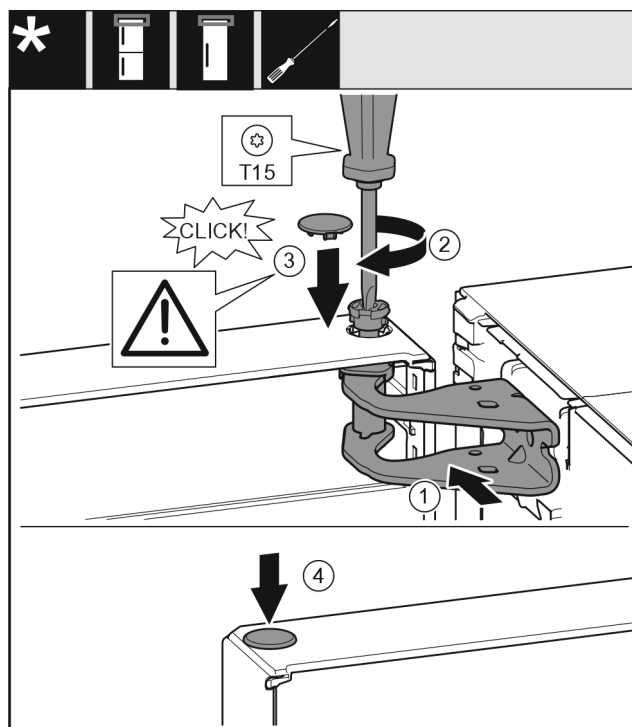

Fig. 19
- Dveře nahoře vyrovnejte s otvorem ve stojanu ložiska. Fig. 19 (1)
- Vložte čep a pevně jej utáhněte šroubovákem T15. Fig. 19 (2)
- K zajištění dveří namontujte bezpečnostní kryt: Bezpečnostní kryt nasadte a zkontrolujte, zda přiléhá na dveře. V opačném případě čep zcela zasuňte. Fig. 19 (3)
- Vložte zátku. Fig. 19 (4)